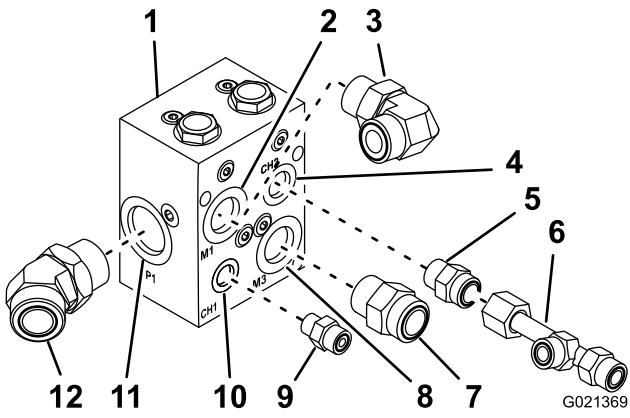

Figura 8
1. Enrosque o encaixe hidráulico de 45° na porta (P1) do colector do divisor de fluxo (Figura 8).
2. Enrosque o encaixe hidráulico de 90° na porta (M1) do coletor do divisor de fluxo (Figura 8).
3. Instale o encaixe hidráulico de 3/4 de polegada na porta (CH2) do coletor do divisor de fluxo (Figura 8).
4. Enrosque a porca do tubo do encaixe em T no encaixe de verificação (Figura 8).
5. Instale o encaixe hidráulico a direito na porta (M3) do coletor do divisor de fluxo (Figura 8).
6. Instale o adaptador de verificação de 9/16 de polegada na porta (CH1) do coletor do divisor de fluxo (Figura 8).